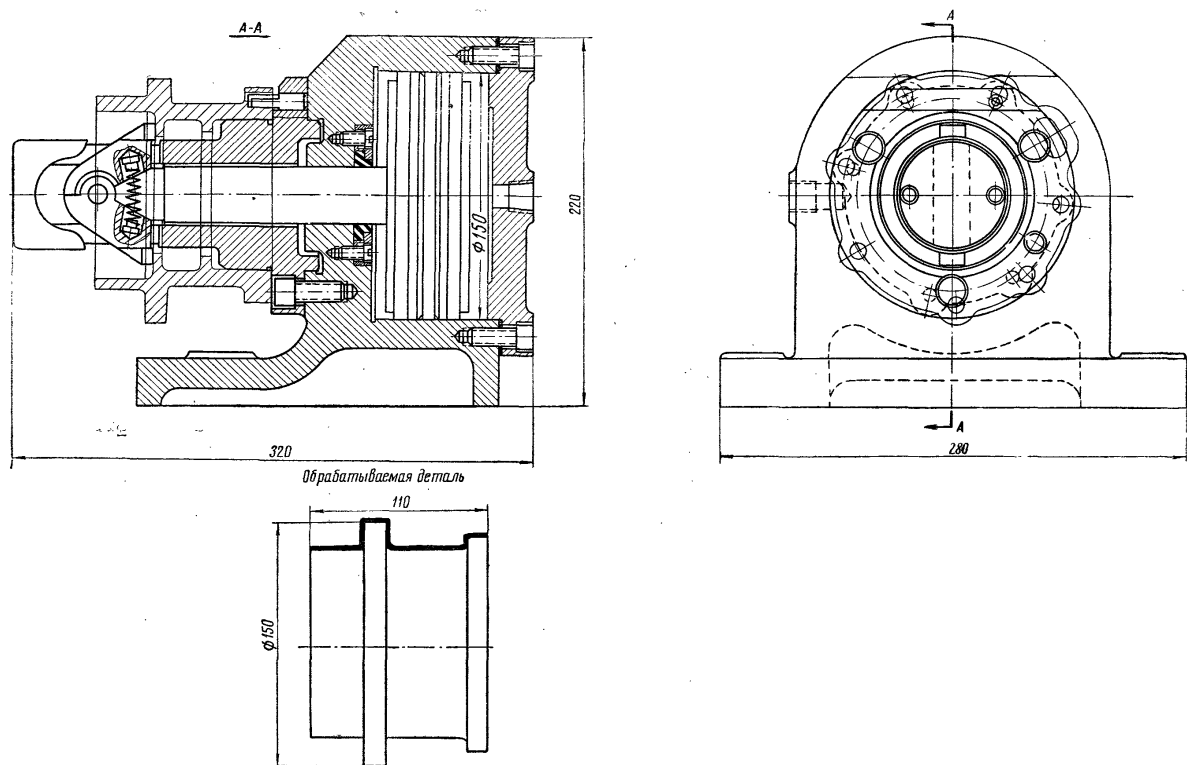

Рис. 34
5. Составьте описание конструкции и принципа действия приспособления по Рис. 34